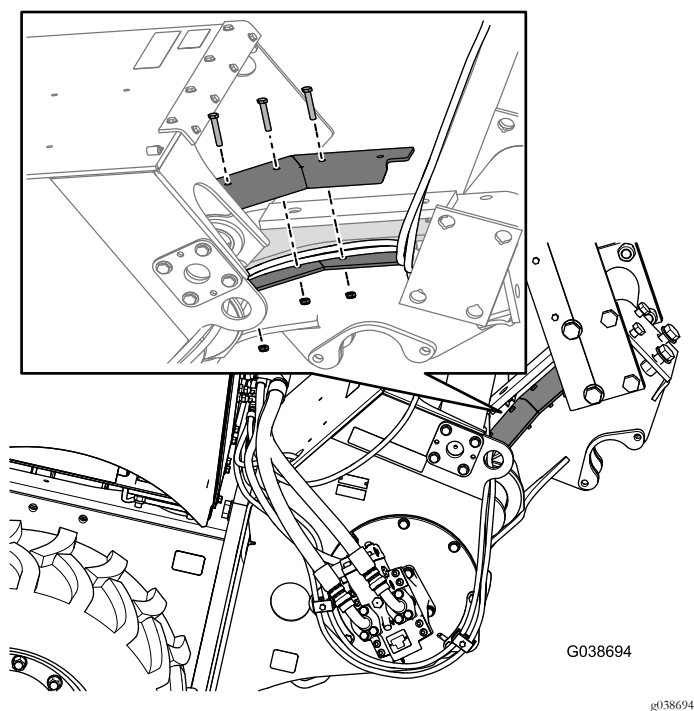

図 7
3. 上下のアングルコンジットをフレーム上のブーム取り付けプレートに取り付けるボルト3/8 x 2-1/2 インチ3本と六角ナット3/8 インチ3個を使用して図7のように取り付ける。